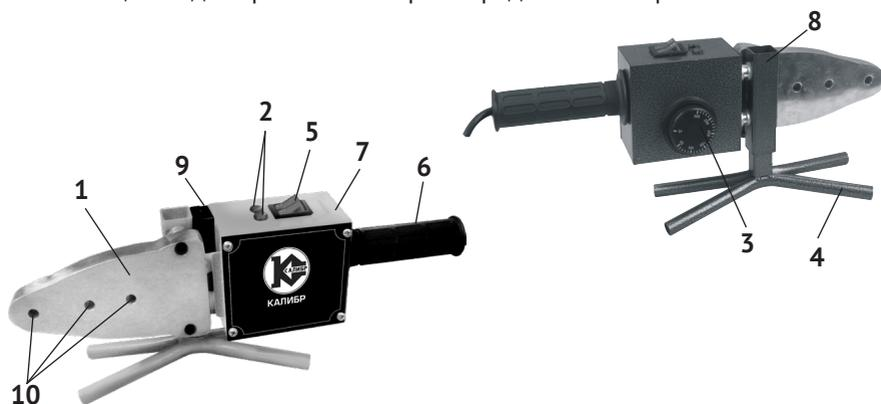

рис. 1
4.1 Общий вид сварочного аппарата представлен на рис. 1
4.2 В металлическом корпусе (рис.1 поз.7) расположены основные элементы аппарата (термостат, переключатель режимов и разводка проводов подключения нагревательного элемента и индикаторов режимов нагрева). Сверху на корпусе аппарата расположены клавиши (рис.1 поз.5) переключателя режимов нагрева и, соответствующие им индикаторы (рис.1 поз.2). Нажав одну клавишу, устанавливаем режим нагрева с мощностью 1000 Вт, при нажатии обеих клавиш устанавливается режим нагрева с мощностью 2000 Вт. Включение ТЭНа (при подключённом к сети аппарате) и установка температуры осуществляется ручкой термостата (рис.1 поз.3). Термостат поддерживает (в интервале от 50 до 300 °С) выставленную температуру в автоматическом режиме. Между кронштейном (рис.1 поз.8) и корпусом устанавливаются текстолитовые прокладки (рис.1 поз.9), предохраняющие корпус от нагрева.
6.1 Из кейса извлеките подставку (рис.1 поз.4). Установите её на ровной и надёжной поверхности рабочего стола (верстака).
6.3 С обеих сторон нагревательного элемента (рис.1 поз.1) установите и через отверстия закрепите парные насадки, необходимые для предстоящей работы. Насадки должны быть чистыми.
7.1 Включите сварочный аппарат в сеть. Включите ручкой (рис.1 поз.3)
7.2. Для достижения рабочей температуры нагревательного элемента (рис.1 поз.1) и установленных насадок потребуется некоторое время. Выключатель (рис.1 поз.5) имеет 2 режима нагрева тэна: I - 1000 Вт, II - 2000 Вт. Индикаторные лампочки (рис.1 поз.2) указывает на нагрев в одном из режимов и готовности сварочного аппарата к работе. Будьте крайне осторожны.
ротом ручки (рис.1 поз.3) по (увеличение)/против (уменьшение) часовой стрелке(и).